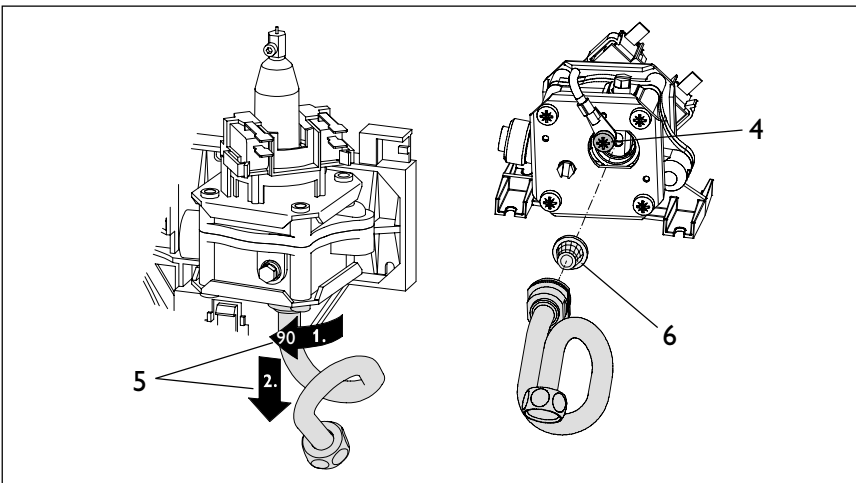

Рис. 20
- **Очистка фильтра (рис. 20).** Ослабить винт фиксации провода заземления (поз. 4, приблизительно 2 поворота). Трубу подключения холодной воды в дифференциальном реле давления (поз. 5) повернуть на 90° и снять. Очистить фильтр (поз. 6). Сборка в обратном порядке.